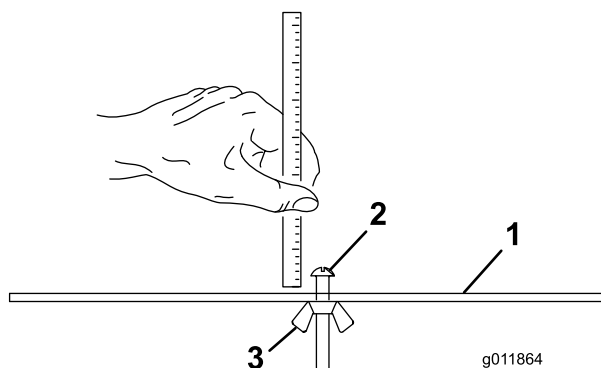

図 17
2. ゲージバー 図 17 のナットをゆるめ、調整ねじを希望の刈り高に合わせる